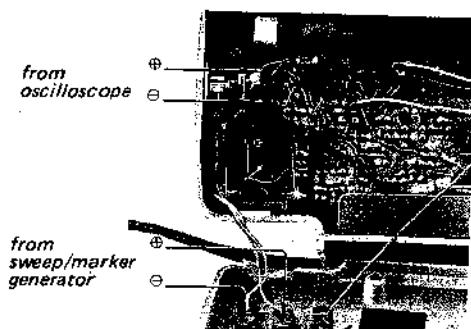

Fig. 3-2. Sweep/marker generator and oscilloscope connections
1. Meßsender an den Anschluß EXT ANT (Fig. 3-2 u. 3-3).